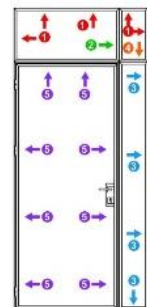

Figure 3.
8. Fixez les vis restantes dans les trous fabriqués en usine (Figure 3). **Remarque** : Placez des entretoises entre le mur et le cadre.